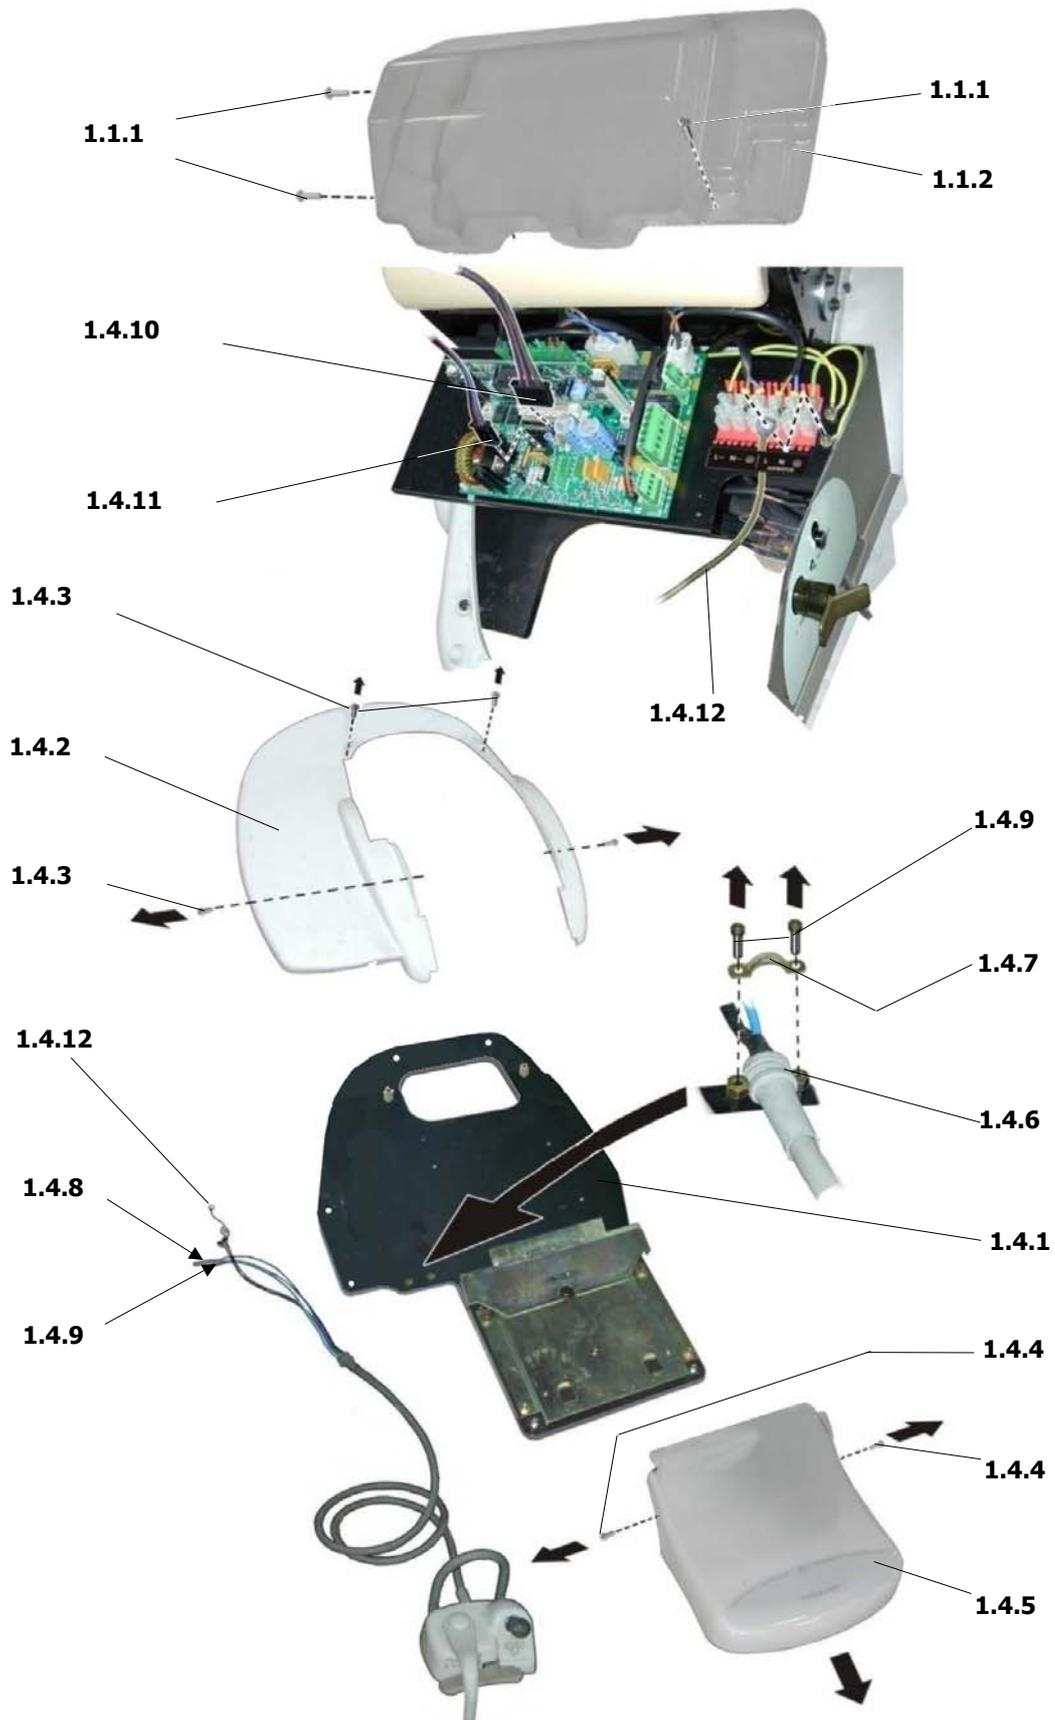

Fig. 1.4A – Installation pedaliere (unit dextre)
- 2) Connecter les connecteurs (1.1.3 et 1.1.4 - fig. 1.1) et (1.4.10 et 1.4.11 - fig 1.4A) du cables par la fauteuil selon les connections electriques de la platine electronique CODE E6000501, marqué avec **CN1 - CN14 - CN19 - CN20**.
BRANCHEMENT DU PEDALIER (Figs. 1.4A, 1.4B et 1.5)